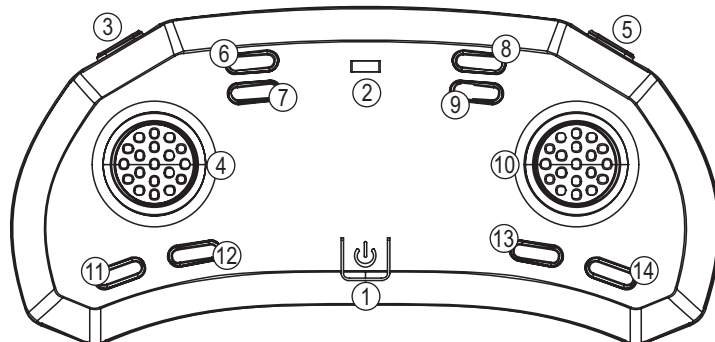

Figura 4
Le condizioni delle batterie vengono costantemente controllate quando il trasmettitore è in funzione. Se il livello di tensione delle batterie scende al di sotto di un certo valore, il trasmettitore lo segnala con un lampeggio permanente del LED nell'interruttore (Figura 4, pos. 2). In questo caso, è necessario interrompere immediatamente il volo e sostituire le batterie del trasmettitore.
Se il modello cade sul retro durante un atterraggio fallito (i rotori puntano a terra), i motori si spengono. Inoltre, si ha la possibilità di spegnere immediatamente i motori tenendo premuto il tasto di "Avvio automatico/atterraggio automatico" (Figura 4, pos. 5). C'è un'icona separata nell'app per questo scopo.
Dopo aver avviato il modello con il tasto "Avvio automatico/Atterraggio automatico" (Figura 4, Pos. 5), spingere in avanti il joystick sinistro (Figura 4 o 5, Pos. 4). In questo modo, la velocità del motore aumenta e il quadricottero sale. Se si tira indietro il joystick il quadricottero scende. Se si lascia il joystick in posizione centrale, il quadricottero cerca di mantenere l'altezza grazie ai sensori integrati.
Se si sposta il joystick di sinistra (Figura 4 o 6, Pos. 4) a sinistra, il quadricottero gira a sinistra. Se si sposta il joystick a destra, il quadricottero gira a destra.
Se si sposta in avanti il joystick destro (Figura 4 o 7, Pos. 10), il quadricottero si muove completamente in avanti. Se si sposta il joystick all'indietro, il quadricottero si libra all'indietro.
Se si sposta il joystick destro (Figura 4 o 8, Pos. 10) a sinistra, il quadricottero si sposta completamente a sinistra. Se sposti il joystick a destra, il quadricottero si sposta verso destra.
Per cambiare la modalità di volo premere brevemente il tasto "Modalità di volo" (Figura 4, Pos. 6) sul trasmettitore.
La modalità avanzata è consigliata per i piloti che hanno già acquisito esperienza con altri modelli di quadricotteri. In questa modalità, il quadricottero è significativamente più agile per quanto riguarda la risposta ai comandi rispetto alla modalità principiante. Per attivare questa modalità, premere brevemente il tasto "Modalità di volo" sul trasmettitore (Figura 4, Pos. 6) finché non si sente un doppio bip. Premendo di nuovo il tasto "Modalità di volo", ritorna attiva la modalità Principianti. Ciò viene segnalato con un singolo segnale acustico.
Premere il joystick sinistro (Figura 4, Pos. 4) in avanti e quindi all'indietro. Il LED di controllo nel trasmettitore e i LED nel quadricottero ora si accendono in modo permanente. Riportare il joystick sinistro in folle (posizione centrale).
Avviare i rotori premendo il tasto "Avvio automatico/Atterraggio automatico" (Figura 4, Pos. 5). I rotori si avviano e il modello si solleva autonomamente da terra.
Se si desidera disattivare nuovamente i rotori, tirare e tenere premuto il joystick sinistro (Figura 4, Pos. 4) nella posizione posteriore per circa due secondi fino a quando i rotori si sono fermati. In alternativa, premere nuovamente il tasto "Avvio automatico/Atterraggio automatico" (Figura 4, Pos. 5).
Se, per esempio, il modello si libra in avanti (beccheggio), è necessario premere il tasto di assetto posteriore per il beccheggio (Figura 4 o 9, Pos. 9) fino a quando il modello non si muove più in avanti. Se il modello va all'indietro, è necessario premere il tasto di per l'assetto anteriore (Figura 4 o 9, Pos. 8).
Se, per esempio, il modello si libra a sinistra (rotolamento), è necessario premere il tasto di assetto destro per il rotolamento (Figura 4 o 10, Pos. 14) finché il modello non si sposta più verso sinistra. Se il modello si sposta a destra, è necessario premere il tasto di assetto sinistro (Figura 4 o 10, Pos. 13).
A questo punto premere il tasto "Calibrare" sul trasmettitore (Figura 4, Pos. 7). I LED sul modello lampeggiano ad un ritmo molto veloce.
L'avvio automatico è attivato con un tasto (figura 4, Pos.5). Lo stesso tasto avvia anche un atterraggio automatico.
Per l'avvio automatico, posizionare il quadricottero pronto al volo ad una distanza sufficiente dal pilota e dagli ostacoli su una superficie piana (vedere le note sopra). Per iniziare, premere il tasto "Avvio automatico/Atterraggio automatico" (Figura 4, Pos. 5) sul trasmettitore. I rotori si avviano e il modello decolla. A questo punto, è possibile eseguire l'operazione di volo mediante appropriati movimenti di controllo sul trasmettitore.
Per atterrare, trovare un luogo adatto per l'atterraggio (vedere le note sopra), portare il modello in una posizione stazionaria stabile e ad un'altitudine di idealmente di max. 1,5 metri. Ora premere il pulsante "Avvio automatico/atterraggio automatico" (Figura 4, Pos. 5) sul trasmettitore. Subito dopo, il modello avvierà l'atterraggio, ridurrà verticalmente l'altitudine, spegnendo i rotori una volta raggiunto il suolo.